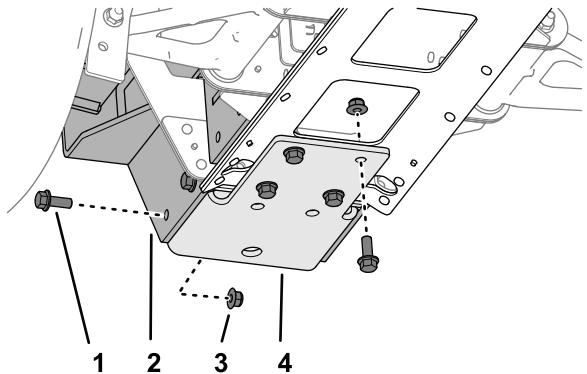
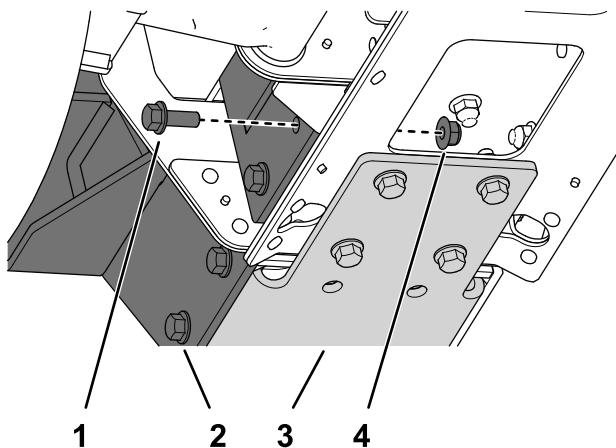

Figure 57
Figure 58
1. Fixez le support du ramasse-balles et le support inférieur au profilé de cadre avant et au profilé central (Figure 57, Figure 58 et Figure 59) à